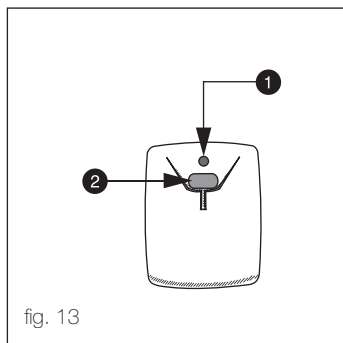

fig. 13
- ① RAP 23 : un émetteur personnel et un pendentif.
- ② RAP 24 : un émetteur personnel et un bracelet.
6.3 Composants du produit (fig.13)
- Bouton de déclenchement de l'appel d'urgence ②,
- Voyant allumé ① lors de l'émission.